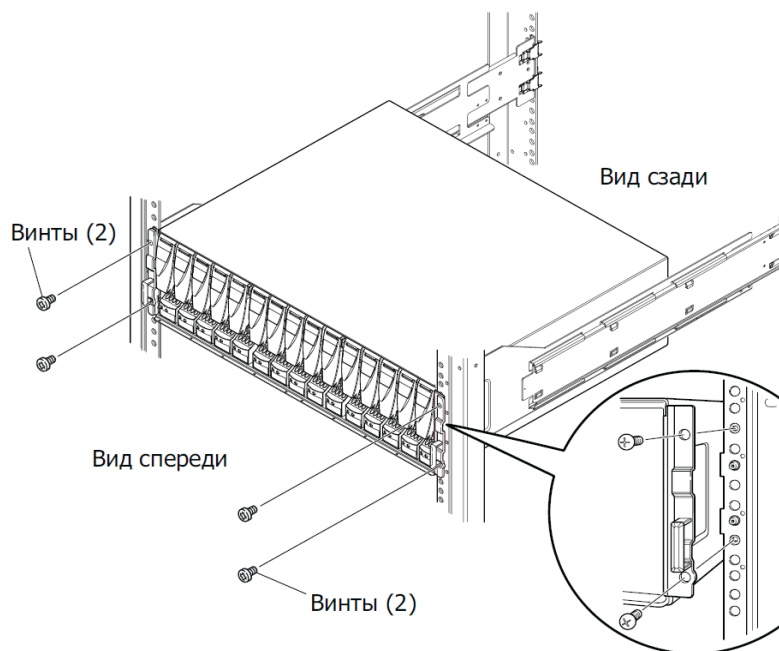

Рисунок 20. Закрепление передней части дисковой полки.
2. С задней стороны шкафа вставьте адаптеры в отверстия в заднем канале стойки, выдвинув направляющую, как показано на рис. 20.